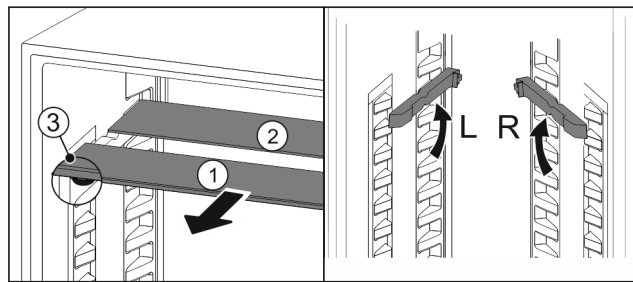

Fig. 86
- ▶ Посуньте Fig. 86 (1) скляну панель вперед.
- ▶ Скляна панель Fig. 86 (1) з декоративною планкою лежить спереду.
- ▶ Стопори Fig. 86 (3) показують вниз.